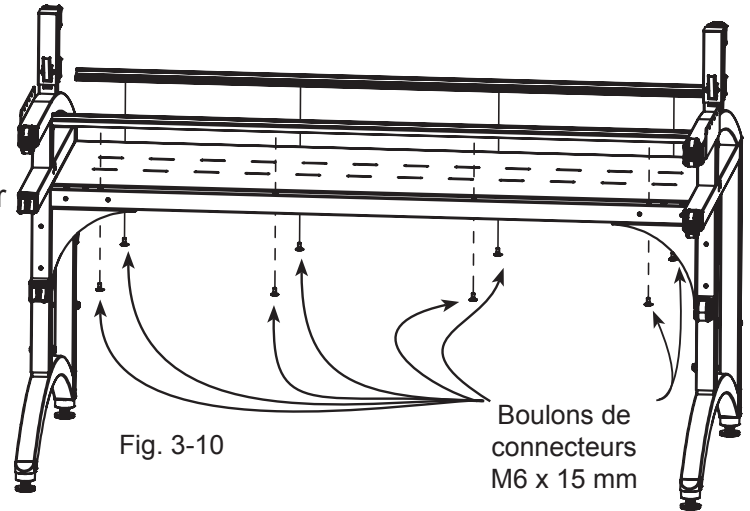

Fig. 3-10
Fixez partiellement les vis (8) M6 x 15 mm du dessous de la structure de table. Après avoir inséré toutes les vis, vérifiez si le rail est en position droite et reste aligné avec la structure de table et serrez toutes les vis (Voir la fig. 3-10).
3-5-C: Fixez un support de la course à l'avant de la structure de la table, mais cette fois-ci laissez les boulons libres (Voir la fig. 3-10). Il faut ajuster et fixer la largeur de ce support de la course à l'étape 11.